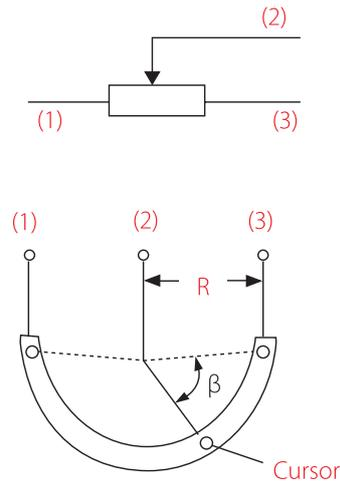

Figura 17. Princípio de funcionamento de uma resistência variável.
O princípio de funcionamento é simples: o cursor movimenta-se de forma circular numa face de carvão ou numa camada de metal. Se for medido com um ohmímetro o valor de resistência entre os dois terminais fixos (1) e (3) obtém-se o seu valor nominal. Se efetuarmos a medição entre os terminais (1) e (2) ou entre os terminais (2) e (3) o valor da resistência altera-se em função do ângulo de rotação do cursor. A Figura 17 descreve esta variação.